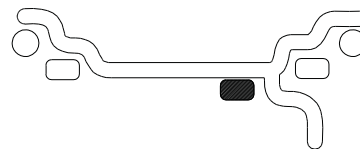

Figura 20
B. STATIC (un solo plano - Figura 20). Aconsejado para llantas estrechas (3" o menos). Utilice un único peso de corrección colocado en el centro de la llanta, tal y como se ilustra en la Figura 20.